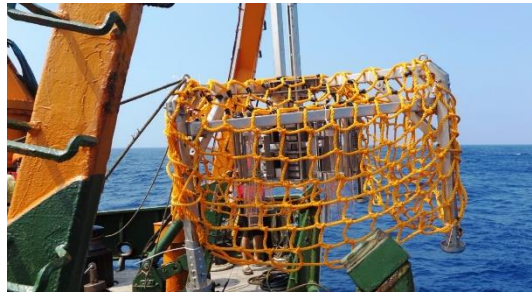

Figure 8: Net on top of the frame
- 不論在甲板上 或是採樣過程中 (Figure 8)，為了避免任何繩索進入儀器內部，必須在框架上放置網子